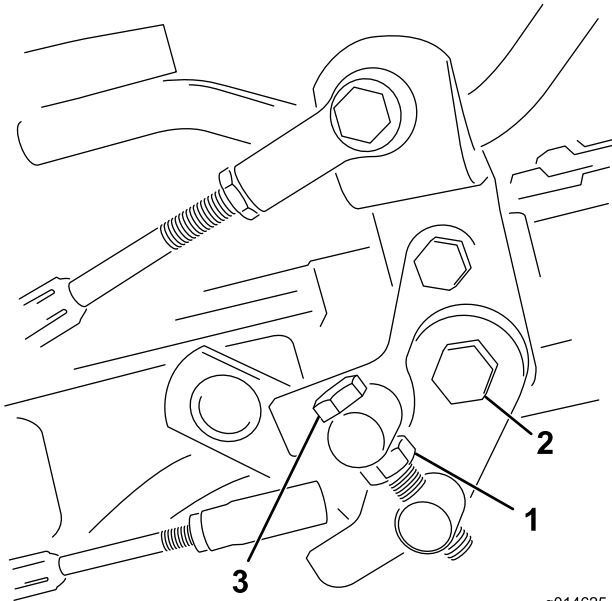

Bild 50
1. Lösen Sie die Klemmmutter an der Drehzapfenkopfschraube (Bild 50).
4. Ziehen Sie die Sicherungsmutter an der Drehzapfenkopfschraube und die Mutter am Pedalgelenk fest, um die Einstellung zu arretieren (Bild 50). Prüfen Sie die Einstellung und nehmen Sie ggf. eine weitere Einstellung vor.